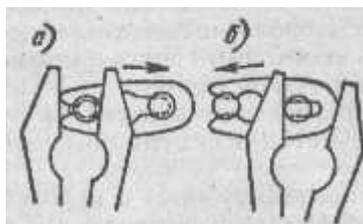

Рис. 62. Снятие и установка защелки замкового звена цепи с помощью плоскогубцев:
6. Снять при помощи плоскогубцев защелку замка цепи (рис. 62, а). Затем, продвинув цепь немного вперед, вынуть соединительное звено.
9. Сведя концы новой или вновь установленной цепи на звездочке заднего колеса, вставить новое (или старое) соединительное звено и закрепить его защелкой (см. рис. 62, б). Разрезная часть защелки должна быть обращена назад (если смотреть по ходу цепи).